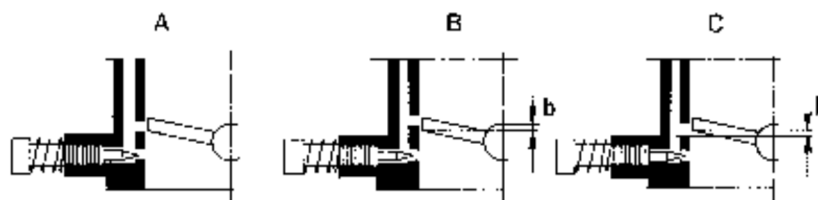
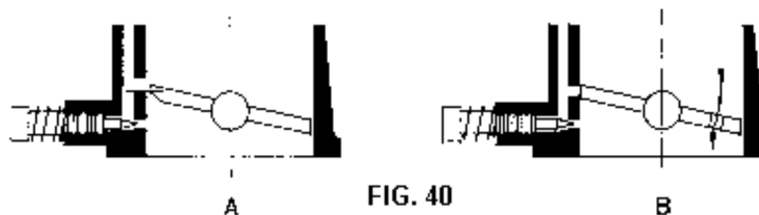

FIG. 39
FIG. 40
Les **Figs. 39** et **40** illustrent cette situation.
Dans la **Fig. 39-A** le trou de progression est couvert par le papillon en fonctionnement au ralenti et c'est là la position correcte.
Dans la **Fig. 39-B** le trou est déplacé en amont du papillon et bien qu'ayant un ralenti assez régulier, le moteur présente une **dépression** dès que le papillon commence à s'ouvrir, à cause du mélange pauvre.
Dans la **Fig. 39-C** le trou est déplacé en aval du papillon et le fonctionnement au ralenti est irrégulier à cause d'un mélange riche, même avec la vis de mélange serrée, puisque le débit du trou de progression est trop fort.
- dans le cas de la **Fig. 39-B** on effectue, en allant par tentatives, un chanfrein sur le papillon comme montré par la **Fig. 40-A**.
- Dans le cas de la **Fig. 39-C** on perce sur le papillon, du côté opposé au trou de progression, un trou de sorte qu'une partie de l'air aspiré par le moteur passe directement en aval du papillon) en permettant ainsi à ce dernier de rester fermé davantage . **Fig. 40-B**.